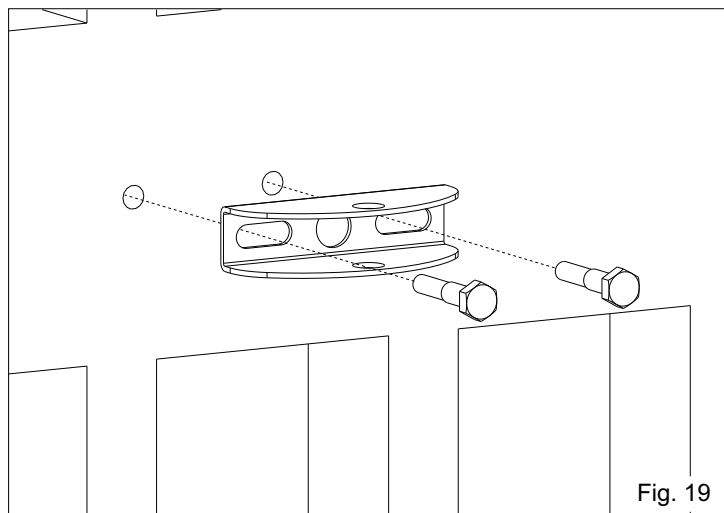

Fig. 19
- Perforar la hoja y fijar la entrada anterior con los tornillos no en dotación (Fig. 19).